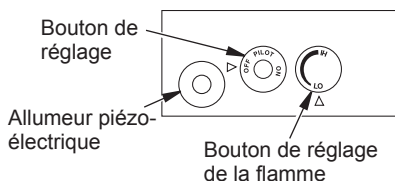

Figure 18 - Réglage des boutons de réglage
4. Enfoncez le bouton de réglage et tournez-le dans le sens des aiguilles d'une montre à la position OFF (arrêt); voir figure 18.
5. Attendez cinq (5) minutes que tout le gaz se dissipe. Si une odeur de gaz se dégage, ARRÊTEZ! Suivez les indications du point « B » de la rubrique Informations relatives à la sécurité dans la colonne 1. Si aucune odeur de gaz ne se dégage, passez à l'étape suivante.
6. Appuyez sur le bouton de réglage et tournez-le dans le sens inverse des aiguilles d'une montre jusqu'à la position VEILLEUSE. Enfoncez le bouton de réglage durant cinq (5) secondes (voir figure 18).